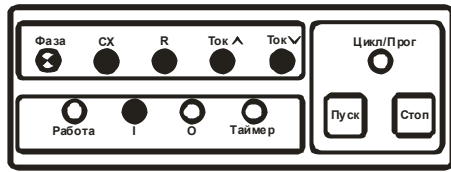

Рис.10
6.4.1 Для управления уровнем воды в водонапорной башне с помощью электродных датчиков нижнего и верхнего уровней, подключение датчиков нужно выполнить так, как указано на рисунке 11. В первом блоке режимов сигналы «I» и «O» программируются в соответствии с п.п. 3.17.4 и 3.17.5 (рис.10):